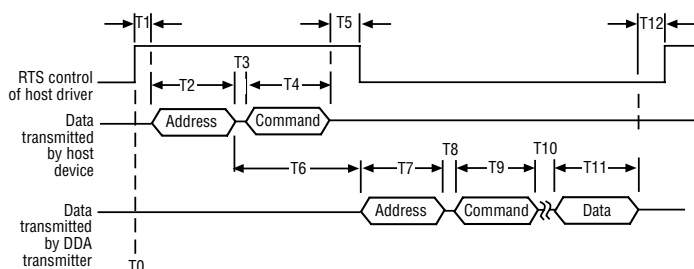

図5: ネットワークプロトコルタイミング情報
ネットワークプロトコルのタイミングシーケンス(問い合わせシーケンス)を(図5)に示します。このデータ送信シーケンスのタイムライン表示は、RS-485通信カードのホストコンピュータ制御に関する情報を提供し、RTS制御ラインを介したドライバーイネーブル制御も示しています。
ホストコンピュータデバイスで利用可能な多くの通信カード(ラインドライバー)では、RS-485ドライバーの有効化と無効化を制御するために特殊な制御ライン入力を使用します。通常、この入力はコンピュータのRTSまたはDTR通信ポート制御ラインに接続されています。コンピュータは、ソフトウェア制御を介してRTSまたはDTR信号ラインを切り替えることによって、ドライバーの状態を制御することができます。この制御方法の例を図5に示します。機器の製造元によっては、その他の制御方法も使用されます。
1. シーケンスは、ホストのRS-485ドライバーでアドレス/コマンドバイトを送信できるようにすると開始されます(図5のタイムライン「T0」を参照)。